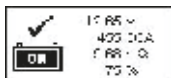

Fig.58
2. Seleccionar os resultados dos testes:  premindo ► e de seguida . Os resultados armazenados serão mostrados como os exemplos (Fig.58, 59, 60, 61&62) em baixo: